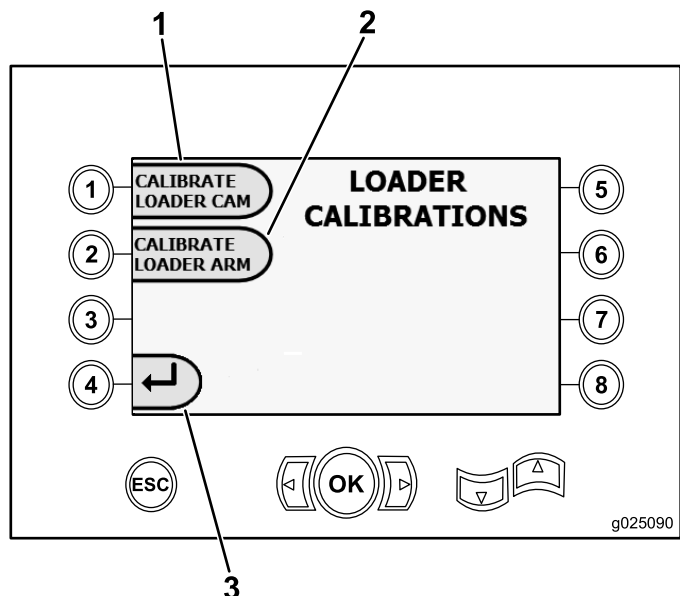

Рисунок 17
- Нажмите кнопку 1 для калибровки кулачка загрузчика (Рисунок 17)
- Нажмите кнопку 2 для калибровки рычага загрузчика (Рисунок 17)